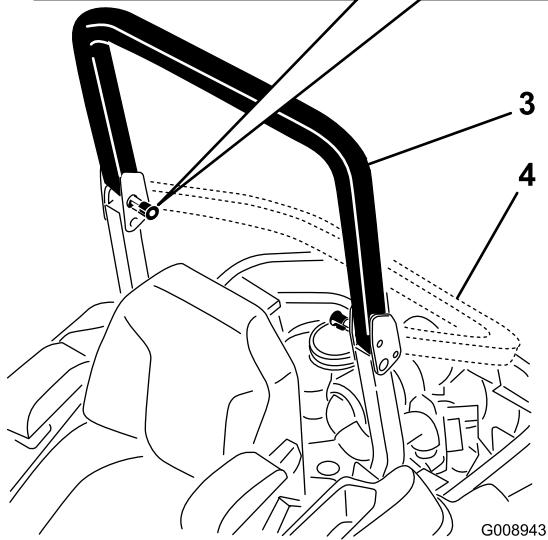

Figura 8
2. Tire de ambos pomos hacia fuera y gírelos 90° para desengranarlos (Figura 8).
3. Coloque la barra antivuelco en la posición de bajada (Figura 8).
| 4. Para elevar la barra anti-vuelco, suba la barra a la posición de uso, y gire los pomos para que se introduzcan parcialmente en las ranuras (Figura 8). | |
| 5. Eleve la barra a la posición vertical, presionando sobre la parte superior de la misma; las clavijas encajarán en cuanto se alineen con los orificios (Figura 8). Presione sobre la barra para asegurarse de que las clavijas han quedado encajadas. | |